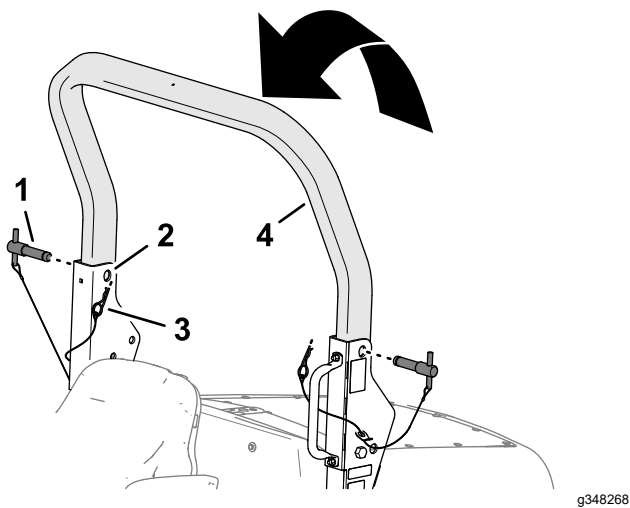

Figura 32
3. Ridicați bara antiruliu superioară până când orificiile acestuia se aliniază cu suportii pivotani (Figura 32).
4. Introduceți tifturile barei antirului în orificiile superioare ale suportilor pivotani și barei antirului superioare (Figura 32).
5. Fixați tifturile barei antirului la suportii pivotani cu agrafele (Figura 32).